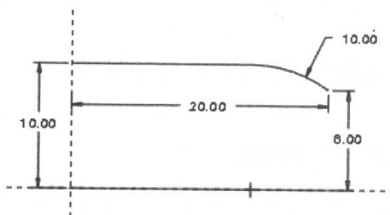

图 1-8
① 单击  按钮，打开【草绘】对话框。
② 选择 TOP 基准面为草绘平面，接受系统默认的设置，单击【草绘】按钮，进入草绘工作界面。
③ 绘制如图 1-8 所示的曲线。